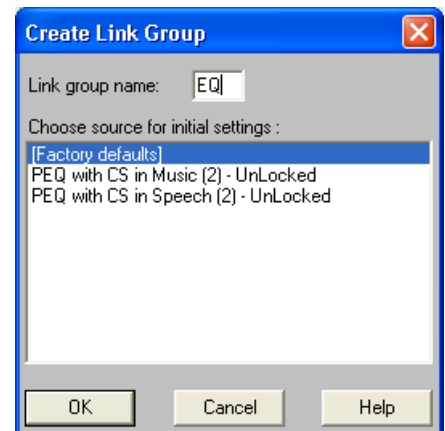

FIGURE 3-4 : Boîte de dialogue « Create Link Group »
3. La boîte de dialogue « Create Link Group » (Créer un groupe de blocs liés) apparaît, comme illustré sur la droite à la figure 3-4.